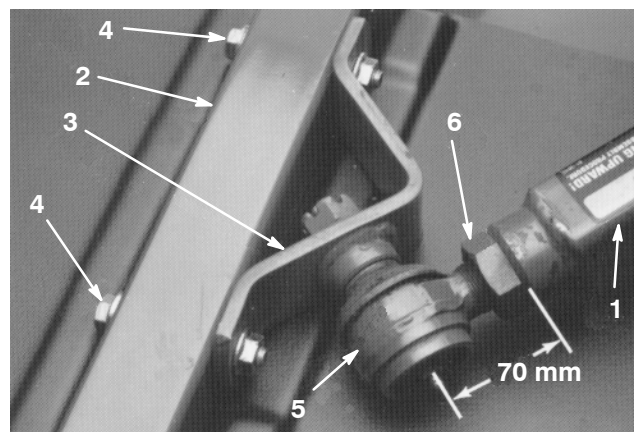

Bild 5
3. Messen Sie den Abstand vom Ende des rechten Schubarms bis zur Mitte des Kugelgelenks (Schmiernippel) (Bild 5). Der Abstand sollte 70 mm betragen. Wenn der Abstand nicht 70 mm beträgt, lockern Sie die Klemmmutter, mit der das Kugelgelenk am Schubarm befestigt ist, und drehen Sie das Kugelgelenk heraus oder hinein, bis Sie den richtigen Abstand erreicht haben (Bild 5). Ziehen Sie die Sicherungsmutter noch nicht fest.
6. Ziehen Sie die große Klemmmutter fest, mit der das Kugelgelenk am Schubarm befestigt ist (Bild 5). Halten Sie beim Anziehen der Klemmmutter das Kugelgelenk gerade, um eine richtige Oszillation beim Anheben und Absenken des Mähwerks zu gewährleisten. Halten Sie den Schubarm nach unten gedrückt und entfernen Sie vorsichtig den Holzblock.